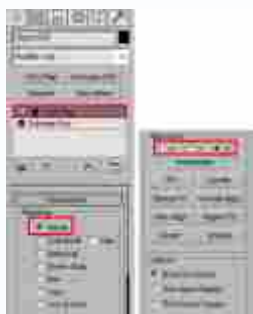
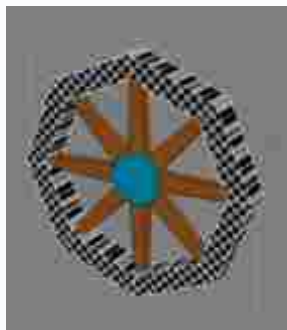

图2-49 平面坐标及轴向指定
图2-50 指定的平面坐标棋盘格效果
(2) 进入  (修改) 面板打开修改器列表，执行修改器中的“UVWMap”命令，然后进入“UVW Map”的  (面) 层级，分别对坐标模式及轴向进行指定，如图2-49所示。观察车轮模型上指定的棋盘格坐标的效果，使棋盘格保持正方形的黑白格局，如图2-50所示。